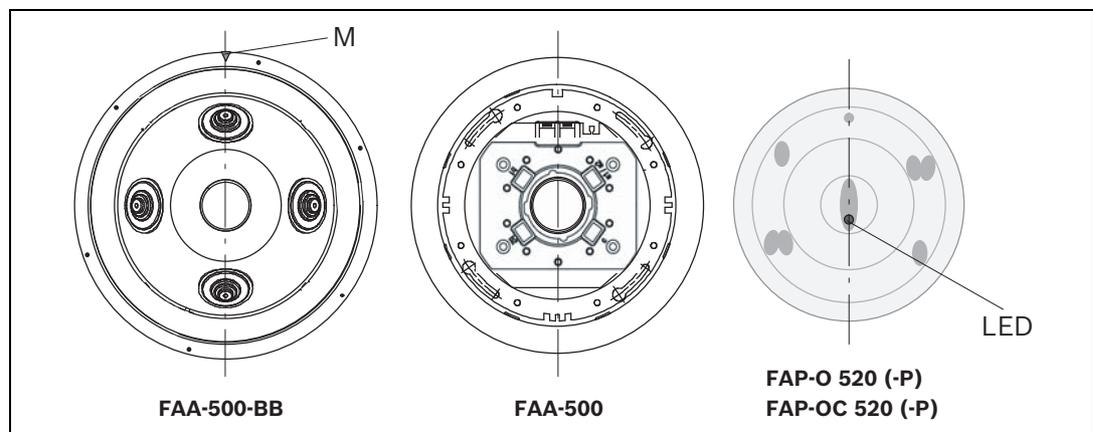

Figura 3.3 Alineación de la caja posterior para montaje en el techo, la base y del detector
- Hay una marca triangular (consulte la *Figura 3.3 Pos. M*) impresa en el borde exterior de la caja posterior para montaje en el techo. Gire las cajas posteriores para montaje en el techo de manera que todas las marcas queden alineadas. De este modo, las ventanas centrales alargadas de los detectores también aparecerán alineadas, lo que proporciona un efecto visual general armonioso.